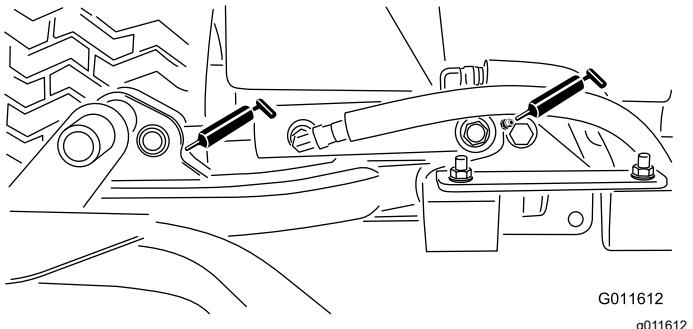

Bild 42
- Hubarmzylinder der Schneideinheit (2) — Bild 42
- Hubarmgelenke (1) — Bild 42